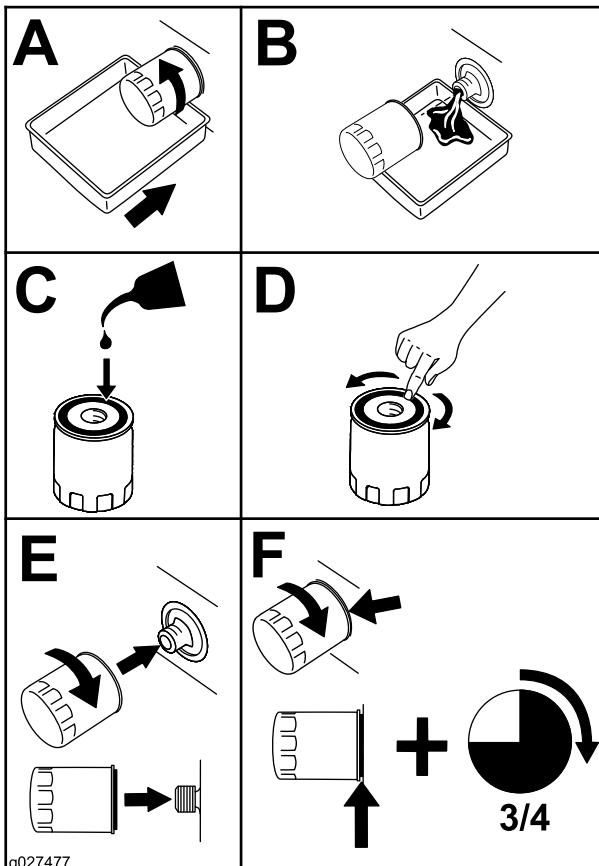

Bild 46
- Entfernen Sie den Ölfilter (Bild 46).